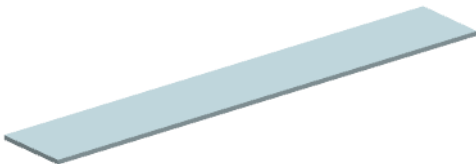
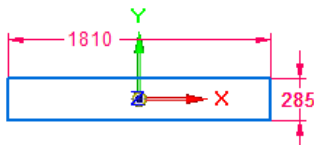

图 8.13.197 拉伸特征 1
图 8.13.198 截面草图
Step4. 创建图 8.13.197 所示的拉伸特征 1。
(1) 选择命令。单击“主页”功能选项卡“实体”区域中的“拉伸”按钮 。
(2) 定义特征的截面草图。
① 选取草图平面。在系统 单击平的面或参考平面。的提示下，选取俯视图（XY）平面作为草图平面。
② 绘制图 8.13.198 所示的截面草图。